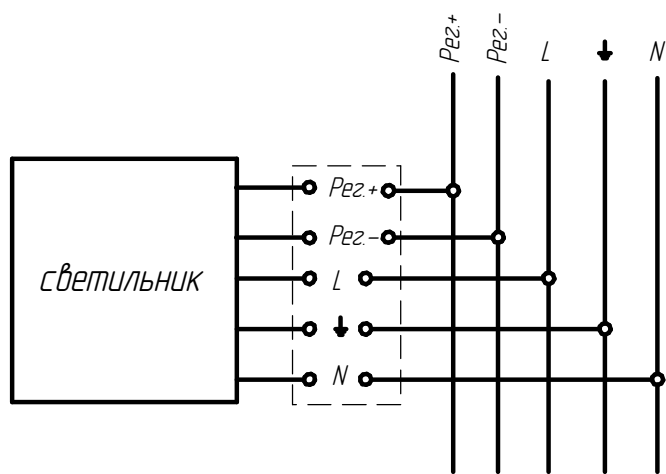

Рисунок 5 - Схема подключения светильника с управлением к сети
6.6 Подключения светильника с функцией управления производить согласно схеме (см. рисунок 5), провода управления подключаются строго с соблюдением полярности, указанной в маркировке.